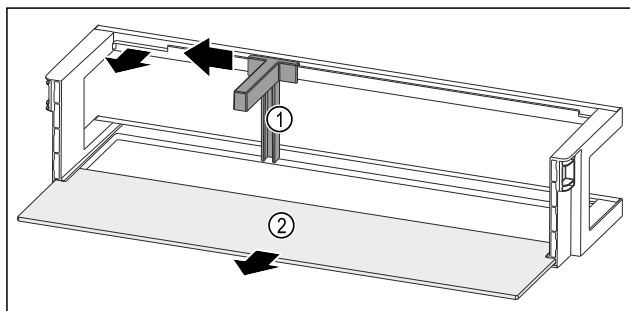

Fig. 65 Estante en la contrapuerta con soporte para botellas y estante
- Empuje el soporte para botellas Fig. 65 (1) hacia un lado hasta la entalladura.
- Retire el soporte para botellas Fig. 65 (1).
- Retire el estante Fig. 65 (2).